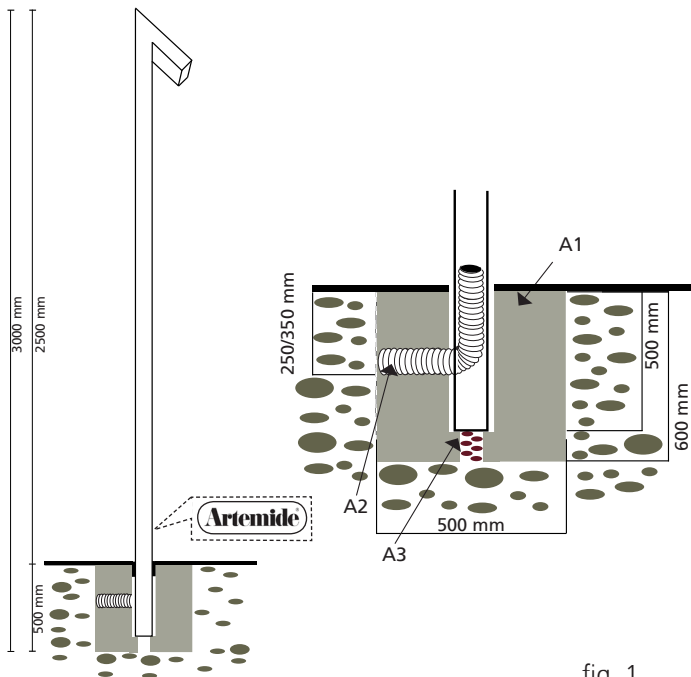
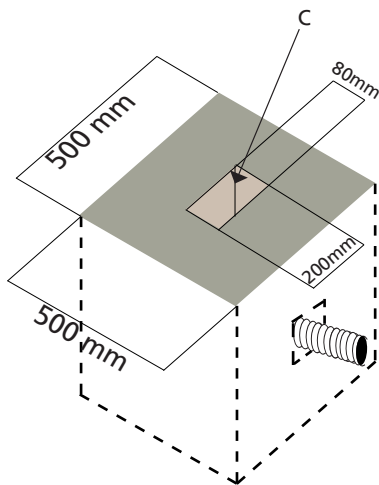

fig. 1
fig. 2
Per installazioni in esterno è obbligatorio utilizzare cavo flessibile bipolare in gomma neoprene tipo H07RN-F con diametro compreso tra 5,0 e 13,5 mm. Non sono ammessi cavi isolati in pvc o con guaina esterna in pvc. Realizzare un idoneo plinto di fondazione A1, con guaina di protezione cavi A2 ad una profondità compresa tra 250 e 350 mm, rispettando le misure di massima riportate in figura 1 e 2. Al centro del plinto prevedere una cava C di inserimento del palo da 80x200mm (fig.2) e un foro di drenaggio A3 (fig.1).
ATTENZIONE: l'ingresso guaina deve essere sul lato da 200mm (fig.2)
Déconnecter la tension de réseau avant toute opération sur l'appareil. ARTEMIDE S.p.a. décline toute responsabilité pour les produits modifiés sans autorisation préalable. Pour les installations à l'extérieur, il est obligatoire d'utiliser un câble flexible tripolaire en caoutchouc néoprène type H07RN-F ayant un diamètre compris entre 5,0 et 13,5 mm. Il est interdit d'utiliser des câbles isolés en PVC ou pourvus d'une gaine externe en PVC. Réaliser une fondation A1 appropriée, avec une gaine de protection câbles A2 à une profondeur comprise entre 250 et 350 mm en respectant les mesures maximum indiquées dans les figures 1 et 2. Au centre de la fondation, il faut prévoir une gorge C d'introduction du poteau de 80x200mm (fig.2) et un trou de drainage A3 (fig.1).
ATTENTION : l'entrée de la gaine doit se trouver du côté de 200mm de long (fig.2)
In case of outdoor installations, you must use a three-pole flexible neoprene rubber cable type H07RN-F in diameter between 5.0 and 13.5 mm. The use of PVC isolated cables or cables with outer PVC sheath is not allowed. Prepare a suitable foundation plinth A1, with cable protection sheath A2 at a depth between 250 and 350 mm, according to the overall dimensions shown in figures 1 and 2. At the plinth centre there should be hole C, measuring 80x200 mm, where the pole will be installed (fig. 2), and a drain hole A3 (fig.1).
ATTENTION: Sheath entry should be located on the 200mm side (fig. 2).
Vor jedem Eingriff an dem Gerät die Netzspannung unterbrechen. ARTEMIDE S.p.a. nimmt keine Verantwortung für ohne Voreingehmung geänderte Produkte an. Für die Installation im Freien muss ein dreipoliges biegsames Neopren-Kabel, Typ H07RN-F mit einem Querschnitt zwischen 5 und 13,5 cm verwendet werden. Es sind keine isolierten PVC-Kabel oder Kabel mit PVC-Mantel zulässig. Eine geeignete Bodenplatte (A1) mit einem 250 bis 350 mm tiefen Kabelschutzmantel (A2) ausführen. Hierbei sind die maximalen Abmessungen in Abb. 1 und 2 zu berücksichtigen. In der Mitte der Bodenplatte ist eine 80x200 mm große Vertiefung (C) für die Einführung des Pfostens (Abb. 2) und ein Drainungsloch (A3) auszuführen (Abb. 1).
ACHTUNG: Der Kabelmantel ist an der Seite 200 mm einzuführen (Abb. 2).